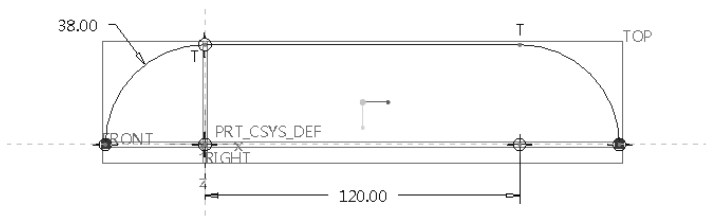

图 4-101 草绘曲线
2) 单击(草绘)按钮,弹出“草绘”对话框,选择 TOP 基准平面为草绘平面,以 RIGHT 基准平面为“右”方向参考,单击“草绘”按钮,进入草绘模式。绘制图 4-101 所示的曲线,单击☑(确定)按钮。